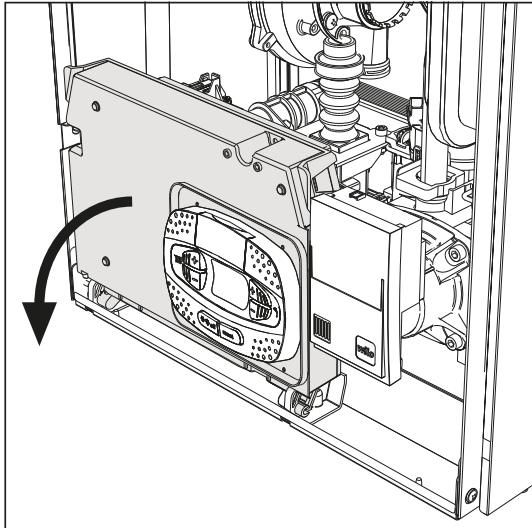
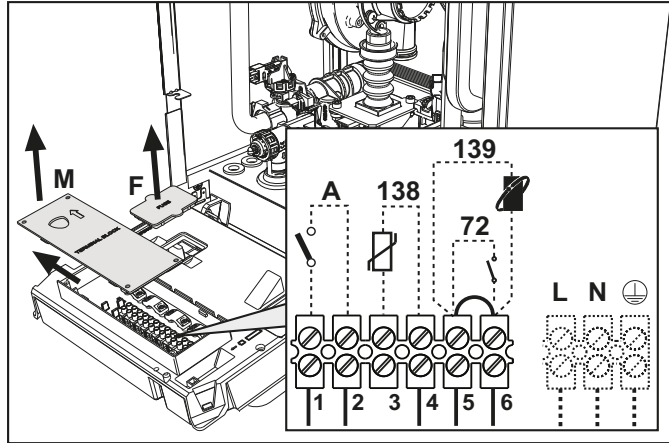

рис. 19
рис. 20
После снятия передней панели (*** 'Открытие передней панели' on page 32 ***) можно получить доступ к клеммной колодке (M) и предохранителю (F), действуя согласно нижеприведенным указаниям (рис. 19 и рис. 20). Клеммы, указанные на рис. 20, должны иметь чистые контакты (не 230В). Расположение зажимов и их назначение показаны также на электрической схеме на рис. 62.